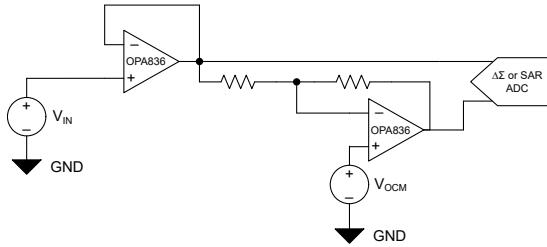
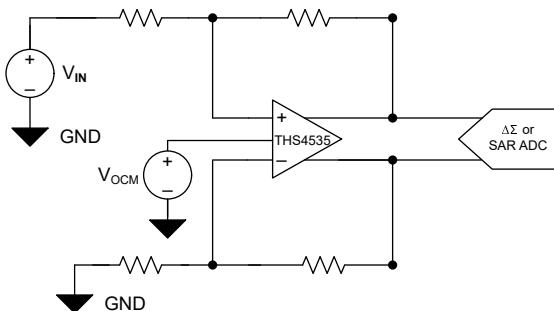

图 1. 使用双路运算放大器 (Op Amp) 的 ADC 驱动
图 3. 使用全差分放大器的 ADC 驱动
FDA 可通过直流 (DC) 耦合实现简单的单端到差分信号转换。在图 1 至图 3 中，您可以看到三种将单端信号驱动到 ADC 差分输入的不同示例。不过，FDA 可提供更低的功耗、更低的噪声，更大的动态范围和其他电路优势，同时简化了整个信号链。
FDA 架构可以通过降低 HD_2 显著降低总谐波失真 (THD)。实施 图 3 所示的 FDA 方法，可以提升总体系统性能，也可以使您能够灵活地使用较低功耗或较低带宽的放大器来满足相同的 THD 要求。
除了较低的 THD 外，单个 FDA (图 3) $\frac{1}{\sqrt{2}}$ 在相同功耗下还将具有比一对单端运算放大器 (图 1) 低的噪声。例如，在双通道运算放大器电路配置中，输入电压噪声为 $4\text{nV}/\sqrt{\text{Hz}}$ 的运算放大器的总输入电压噪声将为 $4\sqrt{2}\text{nV}/\sqrt{\text{Hz}}$ 。相比之下，对于 THS4536 等全差分放大器，其输入电压噪声同样约为 $4\text{nV}/\sqrt{\text{Hz}}$ ，由于仅使用单个器件，因此总输入电压噪声相当于 FDA。